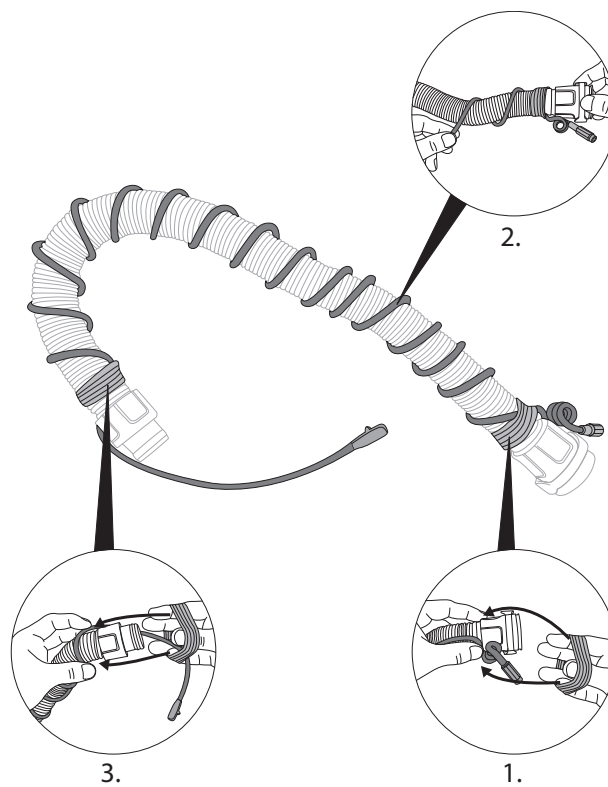

Fig. 31e
- vi. Conecta el cable largo (batería a careta para soldar) envolviéndolo alrededor del tubo de respiración desde la unidad PAPR o el dispositivo SA. El cable largo se puede mantener en su lugar con las bandas elásticas o también se puede enrutar dentro de la cubierta del tubo de respiración, SG-15 (Fig. 31e).